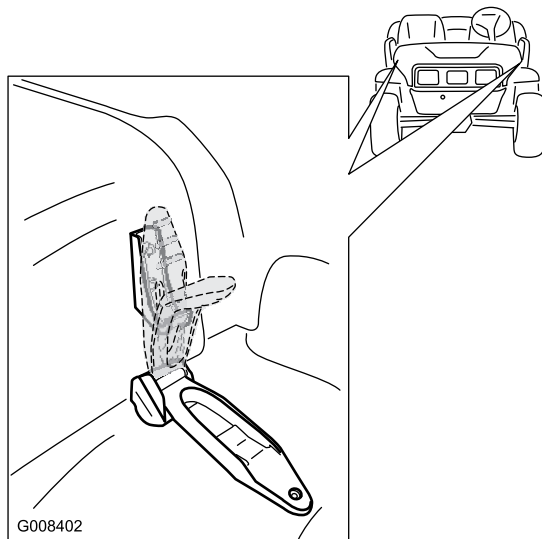

図 25
1. フードを開けるには、フードの両側についているラッチを解放する図25。